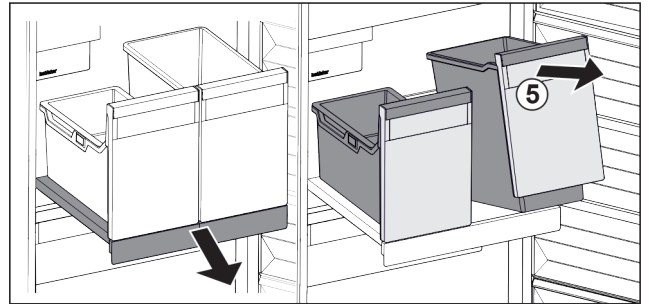

Fig. 100
- ▶ Levantar el recipiente Fig. 100 (5) por delante.